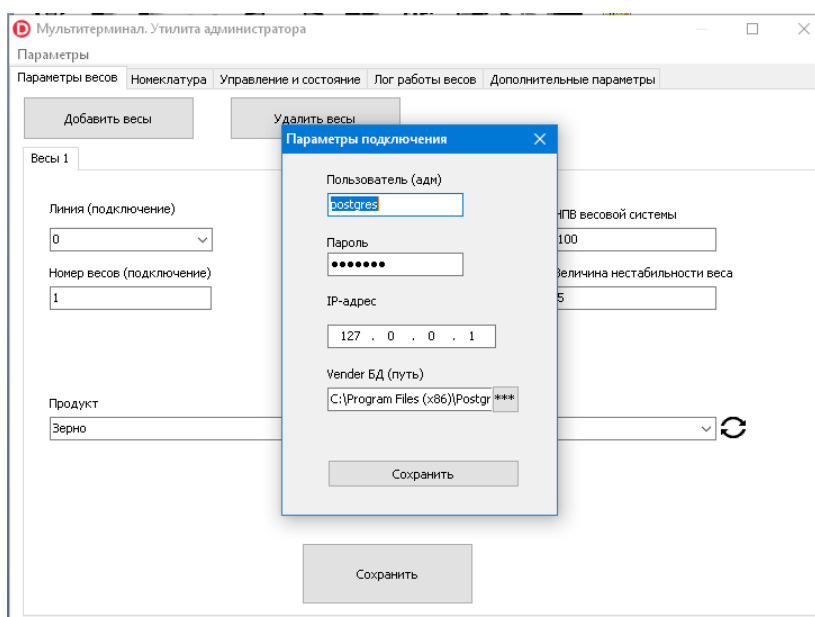

Рисунок 3.1.. Внешний вид конфигуратора
2. Запустить конфигуратор Рисунок 3.1. Вызвать пункт главного меню выбрать: Параметры -> Подключение к БД. В появившемся окне установить параметры подключения к базе данных. (Ip-адрес, Пользователь, Пароль, Vendor, т.е. местонахождения библиотеки подключения к БД {Расположена в папке bin, сервера БД})